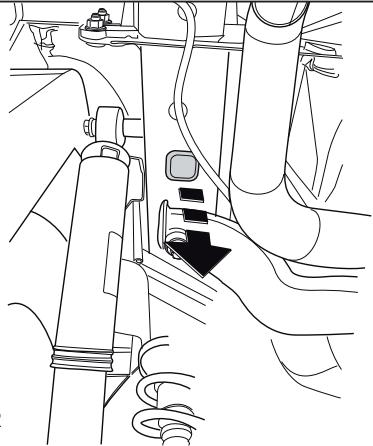

Fig. 2
3. Удалить резиновые пробки в указанных точках (см. рис. 2).